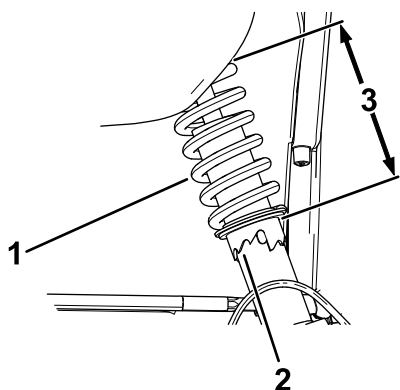

Figura 45
2. Dacă unghiul de cădere a roii nu este aliniat, utilizați cheia pentru piuliă pentru a roti colierul de pe amortizor pentru a alinia roata (Figura 45).